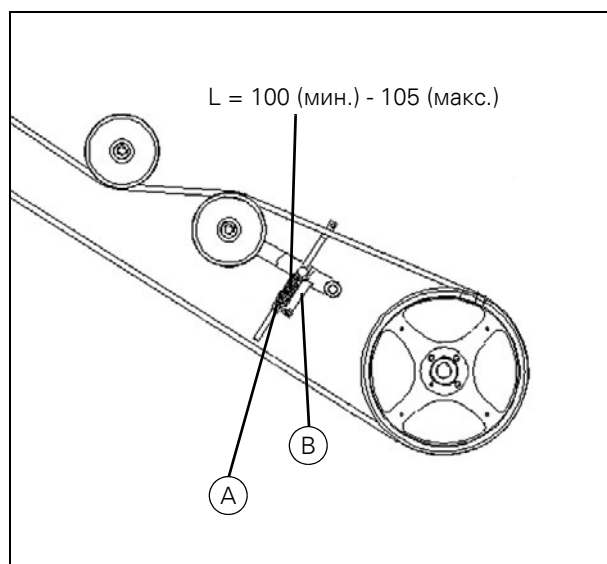

Рисунок 19
3. Ослабьте ремень при помощи пружины (A).
5. Отрегулируйте пружину (A) на натяжителе ремня до длины 100 мм и зафиксируйте ее контргайкой. При установке нового ремня пружину можно отрегулировать до 97 мм, так как новый ремень слегка растянется через некоторое время (Рис. 19).